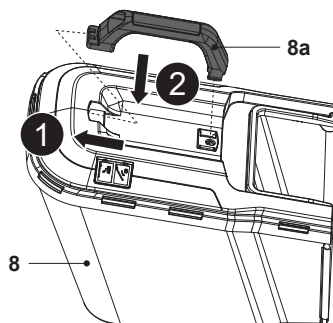

Fig. 6
- Monter la poignée de transport (8a) dans les deux encoches d'assemblage du châssis supérieur du bac de ramassage (8), en veillant à l'orienter correctement (Fig. 6).